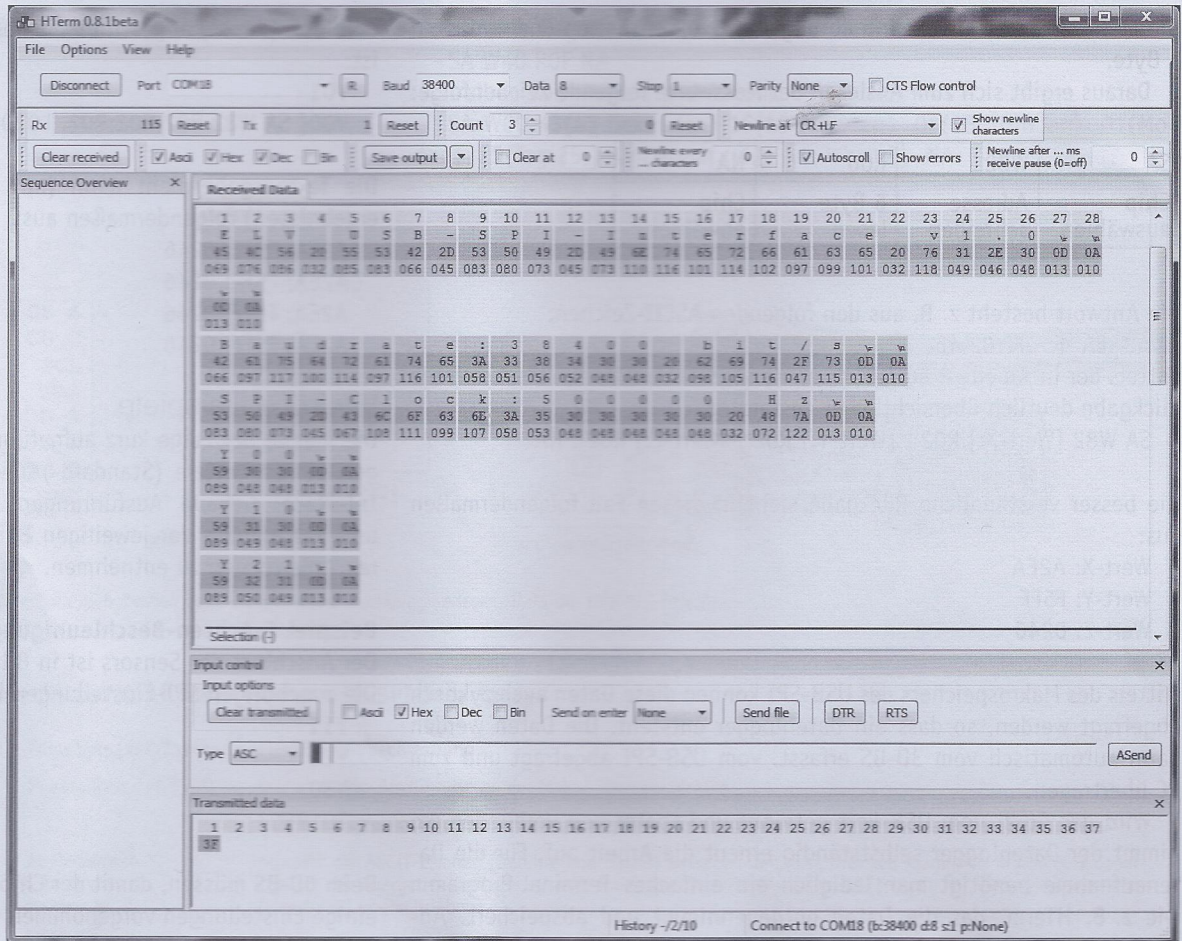

Bild 6: Die Kommunikationseinstellungen für das Interface in HTerm
5. Schließlich ist ein beliebiges Terminalprogramm (z. B. HTerm [2]) zu starten, der zugewiesene COM-Port auszuwählen und mit folgenden Einstellungen zu öffnen (Bild 6): 38.400 Bit/s, 8 Datenbits, 1 Stoppbit, keine Parität, keine Flussteuerung (Handshake).